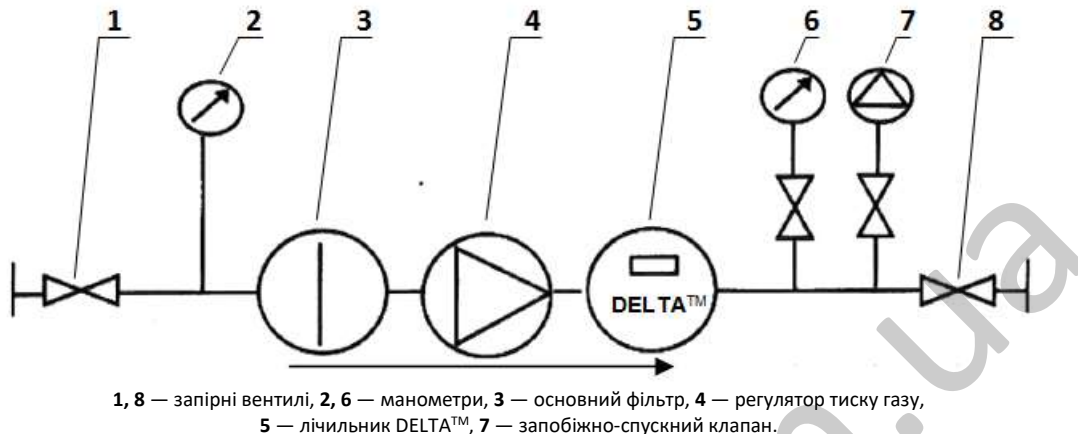

Рисунок 20. Схема монтажу без байпаса.
- 6.18. Монтаж лічильника виконується за схемою, наведеною на рис. 20.